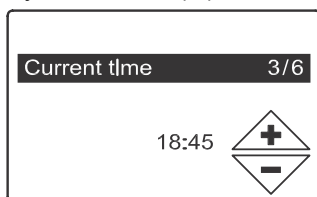

РИС. 10
5. **ТЕКУЩЕЕ ВРЕМЯ.** Нажать кнопки ВНИЗ (▼) или ВВЕРХ (▲) для установки текущего времени (См. Рисунок 10). Для быстрой прокрутки удерживайте кнопку. Убедитесь, что правильно установлены указатели АМ или РМ. Если в шаге 3 системные модули были установлены в метрической системе, то часы будут отображаться в 24-часовом формате.
6. Нажать кнопку ВЫБРАТЬ (O).